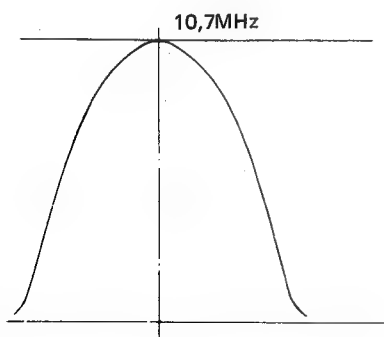

Figure 14.
6. Réduire la puissance de sortie du générateur de balayage suffisamment pour fournir le profil d'onde indiqué à la figure 14.
7. Régler les cylindres de TA01 et de TA03 pour obtenir un profil d'onde IF correct: c'est à dire, régler chaque cylindre de façon à obtenir une bonne réponse en crête unique et une symétrie de gauche à droite, comme indiqué sur la figure 14.